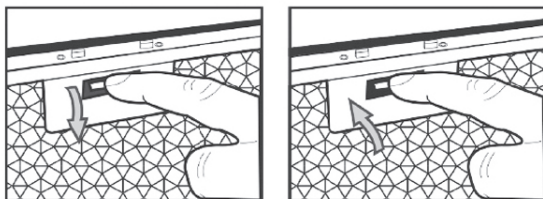

Рис. 12
2. Снимите алюминиевый фильтр вытяжки, нажав на замок фильтра (рис. 12).